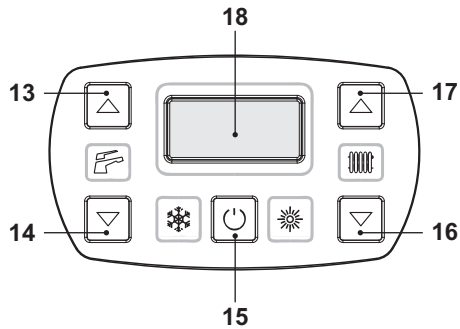
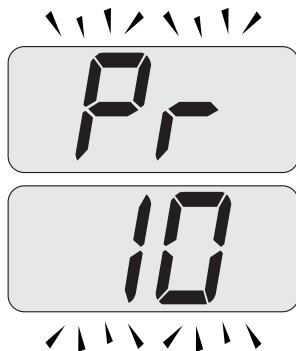

Figura 5.44
Figura 5.46
- Entre en la "modalidad de programación" pulsando simultáneamente durante 10 segundos los botones 15 - 16 - 17 (Figura 5.44) hasta que aparezcan en la pantalla LCD las letras **Pr** alternadas con el código **01**, que indican la entrada en el "parámetro 01" (Figura 5.45).
- Pulse simultáneamente los botones 15 y 17 (Figura 5.44) hasta que aparezca en la pantalla LCD el valor del parámetro 10 (30=180 segundos) (Figura 5.47).
- Desplace los parámetros mediante los botones 16 o 17 hasta que aparezcan en la pantalla LCD las letras **Pr** alternadas con el código **10**, que indican la entrada en el "parámetro 10" (Figura 5.46).
- Pulsando el botón 15 (Figura 5.44) se confirma el valor introducido.
- Pulsando simultáneamente los botones 16 y 17 (Figura 5.44) se sale sin modificar el valor (se vuelve a la lista de parámetros Figura 5.46).
- Pulsando simultáneamente durante 10 segundos los botones 15 - 16 - 17 (Figura 5.44) se sale de la "modalidad de programación".